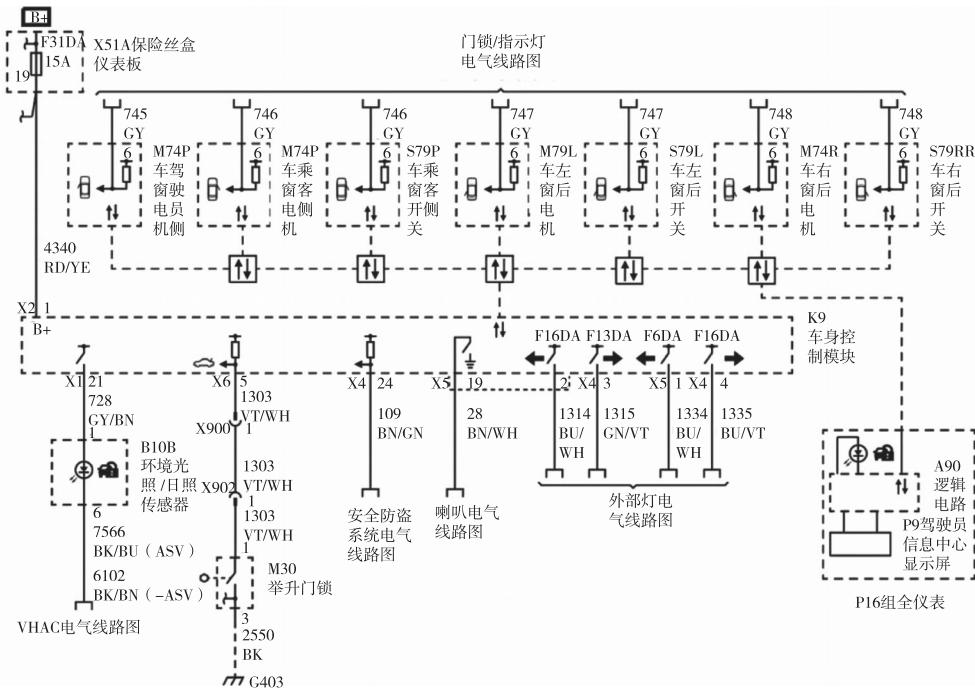

图 1-1-3 别克威朗的 BCM 电路图
(1) 电源。电源是控制系统的供能部分，它负责为整个控制系统提供稳定的电能。在汽车领域，电源通常是指蓄电池或发电机，它们通过电路系统将电能输送到各个控制单元和执行机构。
(2) 门锁控制开关。门锁控制开关是控制车门锁定与解锁的关键部件。这些开关通常安装在车门内侧或外侧的把手附近，以及驾驶员侧的控制面板上。当驾驶员或乘客操作这些开关时，会发送电信号到中央集成控制模块（BCM），BCM 再根据信号控制门锁电机的动作，实现车门的锁定或解锁功能。此外，还可以通过遥控器远程控制车门的锁定与解锁。
(3) 保险装置。保险装置（也称为熔断器或保险丝）在控制系统中起着重要的保护作用。它们被设计用于在电路中出现过载或短路时自动切断电流，以防止电路损坏或引发火灾。每个电路分支或关键部件都会配备相应的保险装置，以确保在异常情况下能够及时切断电源，保护整个控制系统和车辆的安全。
(4) 中央集成控制模块（BCM/ 车身控制模块）。中央集成控制模块（BCM）是车辆控制系统的核心，负责协调和管理车辆上各种电子设备和系统的运行。它接收来自各个传感器、开关和控制单元的输入信号，并根据预设的程序逻辑进行处理，然后向相应的执行机构发出控制指令。BCM 不仅控制门锁、车窗、灯光等，还参与车辆的安全性、舒适性和节能性的管理，如防抱死制动系统（ABS）、牵引力控制系统（TCS）和自动空调系统等。图 1-1-3 所示是别克威朗的 BCM 电路图，它是集门锁、门灯、仪表提示等为一体的专用集成块。
(5) 继电器。继电器是一种电控制器件，它在控制系统中起到放大控制信号、自动调节和保护电路的作用。当接收到来自 BCM 或其他控制单元的弱电信号时，继电器会利用电磁效应切换触点状态，从而控制大功率电路的通断。这样可以在不增加 BCM 负担的情况下，实现对大功率负载（如车灯、门锁电机等）的有效控制。
(6) 显示器。显示器是车辆内部信息展示的窗口，它通常位于仪表盘中央或其他驾驶员视线容易触及的位置。显示器可以显示车辆的速度、转速、油量、水温等基本信息。
(7) 报警器。报警器是车辆安全系统的重要组成部分，它能够在车辆遇到异常情况时发出声光警报，提醒驾驶员和周围人员注意。当 BCM 检测到相应的异常情况时，会立即向报警器发送控制信号，触发报警机制以保障车辆和人员的安全。